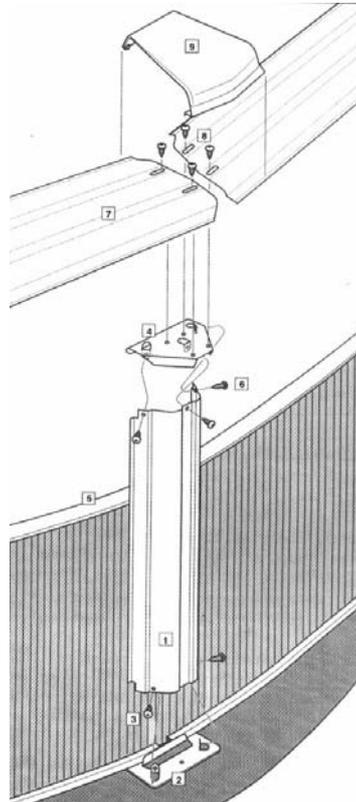

Fig. 21
- Répétez les instructions précédentes pour chacun des montants autour de la paroi de la piscine (Fig. 21).